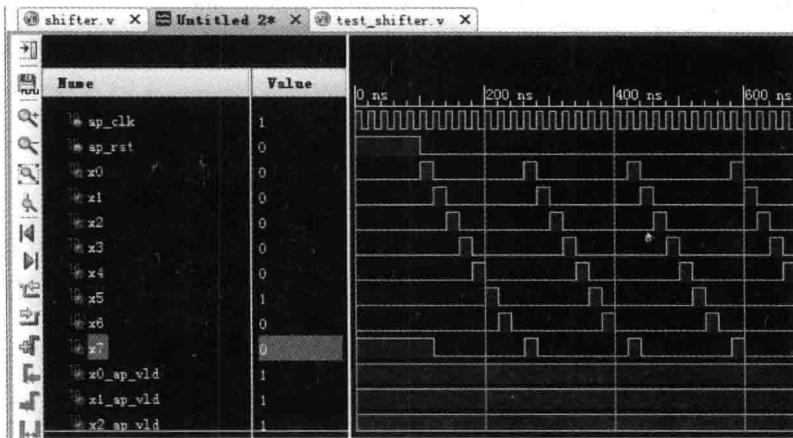

图 5.97 行为仿真后的波形界面
(27) 保存 test\_gate.v 文件。
(28) 在 Vivado 主界面左侧的 Flow Navigator 窗口下,选择并展开 Simulation。在展开项中,找到并选择 Run Simulation 选项。出现浮动菜单,在浮动菜单中选择 Run Behavioral Simulation(运行行为仿真)选项。Vivado 开始对 shifter 进行行为仿真。
(29) 等待行为仿真结束后,如图 5.97 所示,出现仿真结果的波形。